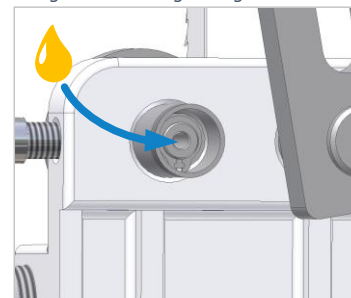

Figure 50 : huilage des galets arrière
- Dévisser le capuchon de fermeture du roulement du galet arrière (voir ⇒ Figure 50).